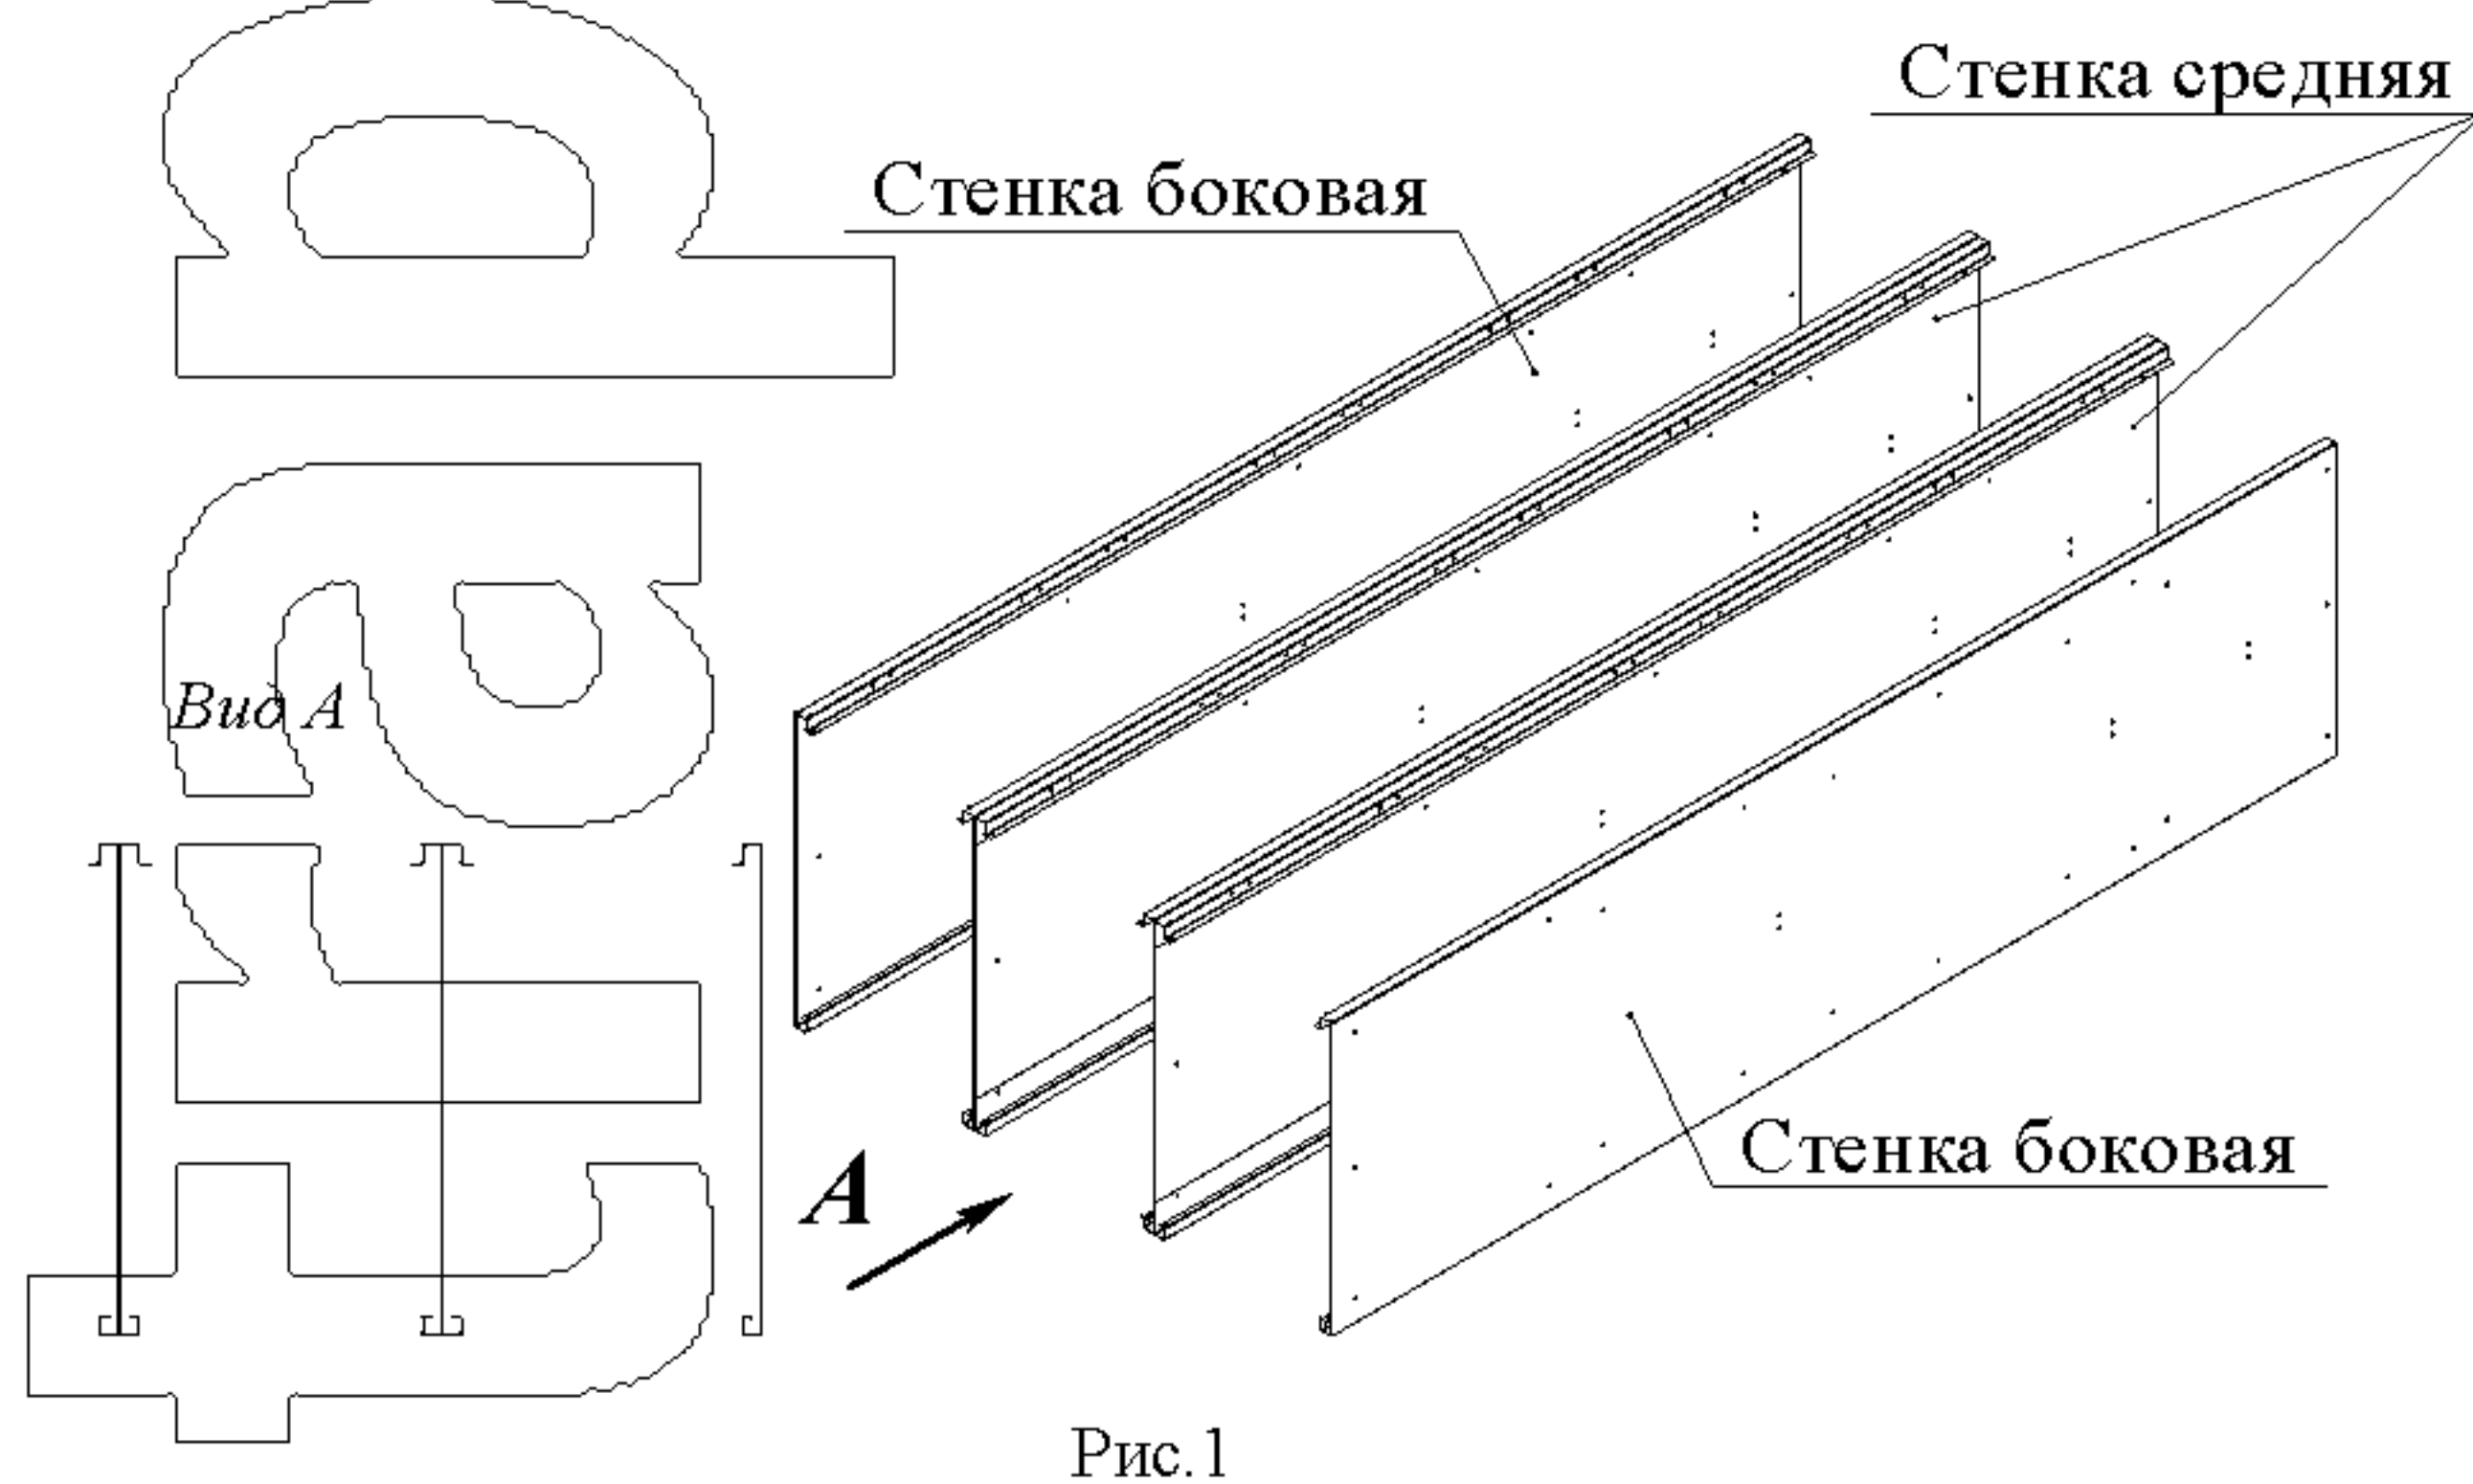

Рис.1
- Расположить стенки боковые, как показано на рис. 1.